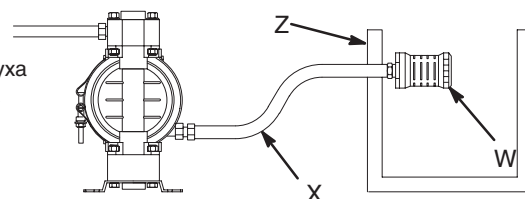

Рис. 2
Для удаления воздуха, скопившегося между этим клапаном и насосом, необходимо установить главный клапан стравливания воздуха (B). См. Рис. 2. Скопившийся воздух может привести к непредсказуемому срабатыванию насоса, что может нанести серьезную травму, включая попадание жидкости в глаза или на кожу, травму от движущихся частей или отравление опасными жидкостями.
1. Установите принадлежности для линии сжатого подачи воздуха, как показано на рис. 2. Разместите эти принадлежности на стене или на кронштейне. Убедитесь, что линия подачи воздуха на принадлежности является электропроводной.
- a. Давление жидкости может регулироваться одним из двух способов. Для его контроля на линии воздуха, установите регулятор воздуха (G). Для контроля на линии жидкости установите регулятор жидкости (J) рядом с выходом жидкости из насоса (см. Рис. 2).
- b. Установите один главный воздушный клапан стравливающего типа (B) рядом с насосом и используйте его для стравливания скопившегося воздуха. Прочитайте **ПРЕДУПРЕЖДЕНИЕ** выше. Установите другой главный воздушный клапан (E) вверх по потоку после всех принадлежностей, установленных на воздушной линии, и используйте его для отключения подачи воздуха во время чистки и ремонта насоса.
- c. Фильтр воздушной линии (F) задерживает вредные частицы грязи и влаги в подаваемом сжатом воздухе.
2. Между входом подачи воздуха в насос 1/4 нтр (внутр) и принадлежностями установите электропроводный гибкий шланг (C). Используйте воздушный шланг с минимальным внутренним диаметром 1/4 дюйма (6,3 мм). Заверните на одном конце линии шланга подачи воздуха (C) быстроразъемную муфту (D) и аккуратно заверните ответный фитинг в штуцер подачи воздуха насоса. Пока не подсоединяйте муфту (D) к фитингу.
Для сброса давления в шланге в случае его забивания необходимо установить дренажный клапан жидкости (H). См. Рис. 2. Дренажный клапан снижает риск получения серьезной травмы, включая попадание жидкости в глаза или на кожу, или отравление опасными жидкостями при сбросе давления. Установите насос рядом с патрубком выхода жидкости насоса.
1. Используйте токопроводящие шланги жидкости (K). Порт выхода жидкости имеет размер 12,7 мм (1/2 дюйма) или 19 мм (3/4 дюйма). Плотно заверните фитинг жидкости в выход насоса. **Не затягивайте слишком сильно.**
2. При желании, установите регулятор жидкости (J) на выходе жидкости из насоса для контроля ее давления (см. Рис. 2). См. **Линия подачи воздуха**, действие 1а., для другого способа регулирования давления.
3. Установите клапан слива жидкости (H) рядом с выходом жидкости из насоса. См. **ПРЕДУПРЕЖДЕНИЕ** выше.
Поломка диафрагмы приведет к попаданию перекачиваемой жидкости в выходящий воздух. Установите подходящий контейнер в конце линии выхода воздуха для сбора жидкости. См. Рис. 2.
См. **Вытяжная вентиляция воздуха** на Рис. 2. Отвод воздуха в удаленное место выполняется следующим образом:
1. Снимите глушитель (W) с порта выхода воздуха насоса.
2. Установите электропроводный шланг выхода воздуха (X) и подсоедините глушитель к другому концу шланга. Минимальный внутренний диаметр шланга выхода воздуха составляет 3/8 дюйма (10 мм). Если требуемая длина шланга превышает 4,57 м, используйте шланг большего диаметра. Избегайте резких перегибов или петель шланга.
3. Установите емкость (Z) на конце линии выхода воздуха для сбора жидкости в случае разрыва диафрагмы. См. Рис. 2.
1. Рис. 2 и чертежи деталей. Выполните ранее указанные действия с 1 по 8 раздел **Пуск и регулировка насоса**.
2. Откройте регулятор воздуха (G).